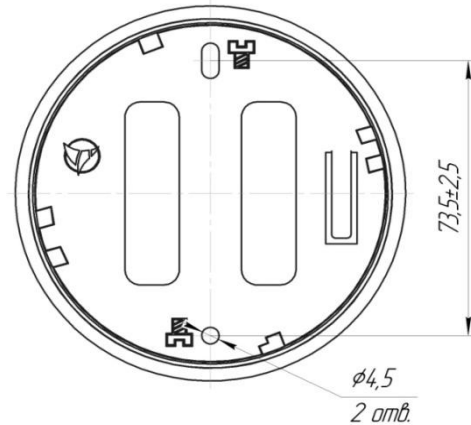

Рис.6. Основа. Зовнішній вигляд
5.4.5 Від'єднати сигналізатор від основи (дивись п.5.4.1) та закріпити основу елементами для кріплення (додаються в комплекті) у місці встановлення сигналізатора використовуючи відповідні отвори (дивись Рис.6).